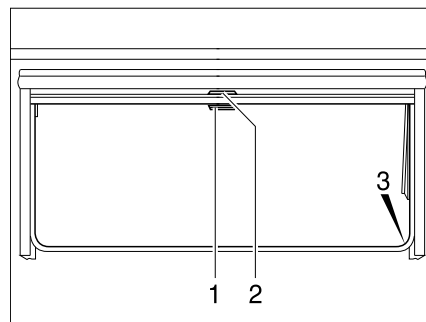

Bild 44 Ausstellfenster
- Verdunklungsrollo am Griff (Bild 44,2) nach unten ziehen. Wenn das Verdunklungsrollo ganz geschlossen wird, das Verdunklungsrollo auf beiden Seiten am Fensterrahmen in die Arretierung (Bild 44,3) einhängen.
- Wenn das Verdunklungsrollo vollständig geschlossen ist: Den Griff (Bild 44,2) nach unten drücken und den Griff dabei leicht nach innen ziehen. Das Verdunklungsrollo aus den Arretierungen links und rechts am Fensterrahmen aushängen.
- Wenn sich das Verdunklungsrollo in Zwischenposition befindet: Den Griff (Bild 44,2) leicht nach unten ziehen, bis sich die Arretierung gelöst hat.
- Insektenschutzrollo am Griff (Bild 44,1) nach unten ziehen und auf beiden Seiten am Fensterrahmen in die Arretierung (Bild 44,3) einhängen.
- Griff (Bild 44,1) nach unten drücken und den Griff dabei leicht nach innen ziehen. Das Insektenschutzrollo aus den Arretierungen links und rechts am Fensterrahmen aushängen.